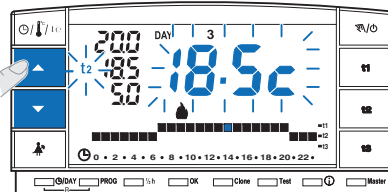

fig. 21
- Antes de 8 segundos modificar la temperatura utilizando las teclas ▲▼; a cada impulso se corresponde a una variación de 0,5°C (fig. 21). Las temperaturas fijadas serán la nueva referencia para el set de temperatura (en todos los programas).